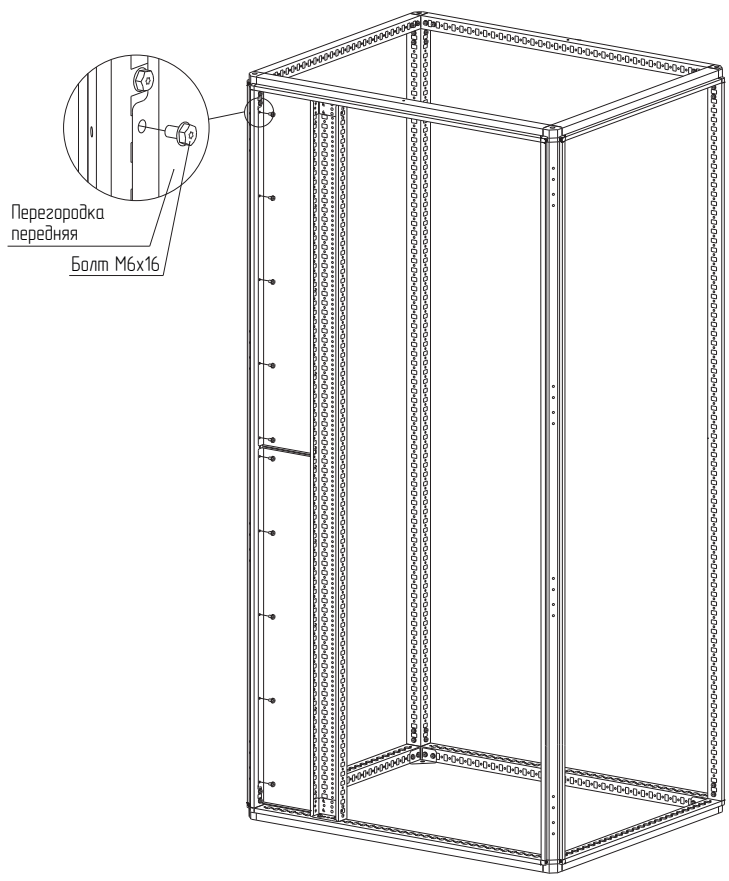

Рисунок 56
4.29.3 Закрепите перегородку к стойкам в верхней части шкафа болтами М6х16 (рисунок 56). Момент затяжки – 7 Н·м. Болты в комплект не входят.